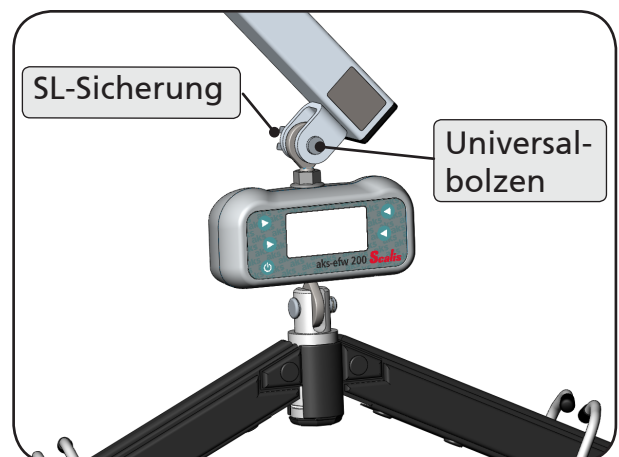

Abbildung 03
3. Überprüfen Sie zum Abschluss den sicheren Zustand der Wägeeinheit (Abbildung 03).